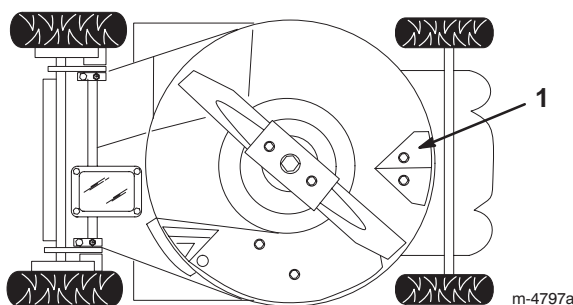

Figure 18
Le dessous du carter de tondeuse doit rester propre. Veillez particulièrement à débarrasser les déflecteurs de tous débris (Fig. 18).
4. Basculez la tondeuse sur le côté *gauche* (Fig. 18).